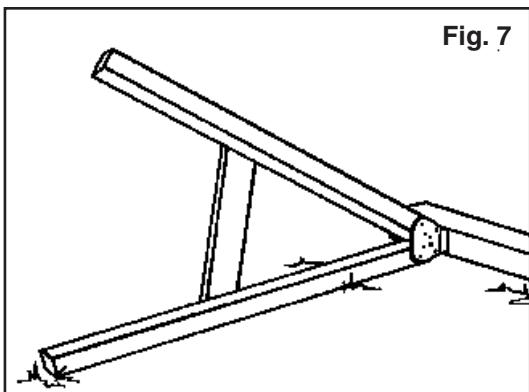

Fig. 7
1. Place the beam on the ground and align A-frame brackets with the corresponding holes of the beam (Fig. 7). Insert a 5-1/2" carriage bolt through the hole of the bracket and through the beam. **NOTE:** It may be necessary to force the carriage bolt through the beam with the aid of a hammer. Secure using a washer and loc nut. Secure brackets using one 2-1/2" screw on each side of the carriage bolt (Fig. 8). Center the beam covers over the counterbored holes and attach using four 2-1/2" screws as shown. Repeat step 1 to attach second frame to the beam.
1. Ponga la viga en el suelo y alinee los sostenes del armazón "A" con los huecos correspondientes en la viga (Fig. 7). Inserte un perno de carro de 5-1/2" a través del hueco en el sostén y a través de la viga. **NOTE:** Es posible que sea necesario forzar el perno de carro a través de la viga con la ayuda de un martillo. Sujételo usando una arandela y una tuerca de traba. Sujete los sostenes usando un tornillo de 2-1/2" en cada lado del perno de carro (Fig. 8). Centre las tapas de la viga sobre los huecos contra taladrados y sujetelas usando cuatro tornillos de 2-1/2" como se muestra. Repita el paso 1 para sujetar el segundo armazón a la viga.
1. Poser la poutre au sol et aligner les supports des structures en A avec les trous pratiqués dans la poutre (Fig. 7). Installer un boulon de carrosserie de 5 1/2 po dans chacun des trous à partir des supports jusque dans la poutre. **NOTA :** Il peut être nécessaire d'utiliser un marteau pour insérer les boulons à travers la poutre. Fixer les boulons au moyen de rondelles et d'écrous de blocage. Fixer solidement les supports en insérant une vis de 2 1/2 po de chaque côté du boulon de carrosserie (Fig. 8). Centrer les capuchons de protection sur les trous contre-percés et les fixer avec quatre vis de 2 1/2 po comme le montre la figure. Répéter l'étape 1 pour fixer la deuxième structure en A à la structure.